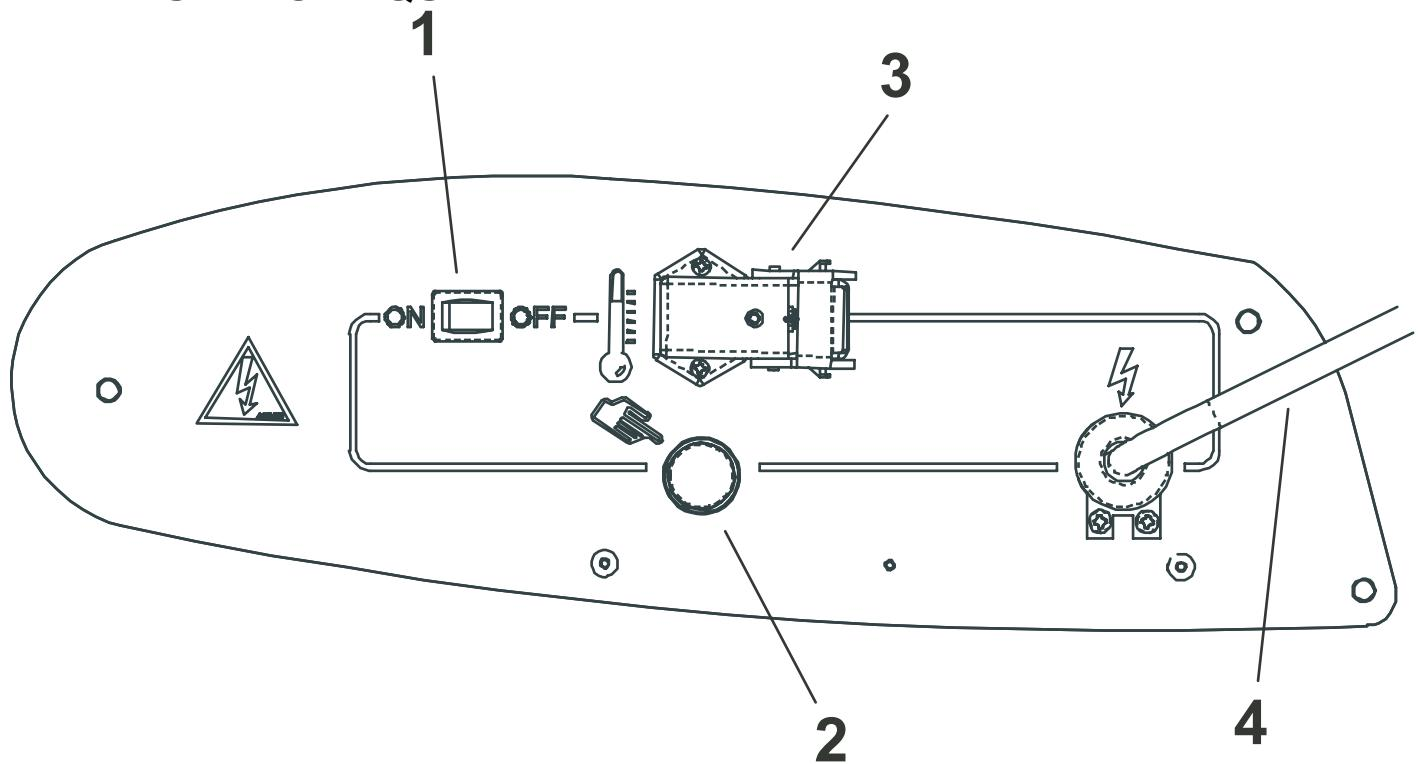

Figure 2
- mettre l'interrupteur 1 (Fig.2) dans la position rapportant le symbole :ON le ventilateur se met en marche et, après quelques secondes, la combustion commence.
Lors de la première mise en service ou après la vidange complète du circuit du gasoil, le flux de gasoil en direction de la buse peut s'avérer insuffisant et causer l'intervention de l'appareillage de contrôle de flamme qui arrête le générateur ;dans ce cas, après avoir attendu environ une minute, appuyer sur le bouton-poussoir de réarmement 2 (Fig.2) et remettre l'appareil en marche.
2. Appuyer sur le bouton-poussoir de réarmement 2 (Fig.2);
Pour arrêter l'appareil, il est nécessaire de mettre l'interrupteur 1 (Fig.2) sur "OFF". La flamme s'éteint et le ventilateur continue de fonctionner jusqu'à ce que la chambre de combustion soit entièrement refroidie.
Le générateur est équipé d'un appareillage électronique de contrôle de la flamme. En cas de présence d'une ou plusieurs anomalies de fonctionnement, cet appareillage provoque l'arrêt de la machine et l'allumage du témoin du bouton-poussoir de réarmement 2 (Fig. 2).
- zet de schakelaar 1 (Fig. 2) in de stand met het symbool: ON de ventilatorslaat aan en na enkele seconden wordt de verbranding gestart.
Bij de eerste ingebruikname of nadat alle olie uit het circuit is verwijderd, is de oliestroom uit de straalpijp mogelijk onvoldoende, zodat de vlamregelaar van het toestel ervoor zorgt dat de generator wordt uitgeschakeld; in dat geval wacht u ongeveer een minuut en drukt u vervolgens op de opstartknop 2 (Fig. 2) om het toestel opnieuw op te starten. Als het toestel niet correct werkt gaat u in eerste instantie als volgt tewerk:
2. Druk op de opstartknop 2 (Fig. 2);
Om het toestel uit te schakelen dient u schakelaar 1 (Fig. 2) in de stand "OFF". De vlam gaat uit en de ventilator blijft werken tot de verbrandingskamer volledig is afgekoeld.
De generator is voorzien van een elektronisch instrument ter besturing van de vlam. Als er zich afwijkingen in de werking voordoen zorgt dit instrument ervoor dat het toestel wordt uitgeschakeld en de opstartknop 2 (Fig. 2) wordt geactiveerd. Er wordt een oververhittingsthermostaat geactiveerd die ervoor zorgt dat de olietoever wordt onderbroken als de generator oververhit raakt: de thermostaat wordt automatisch opnieuw ingesteld zodra de temperatuur van de verbrandingskamer tot onder het toegestane maximum is gedaald.